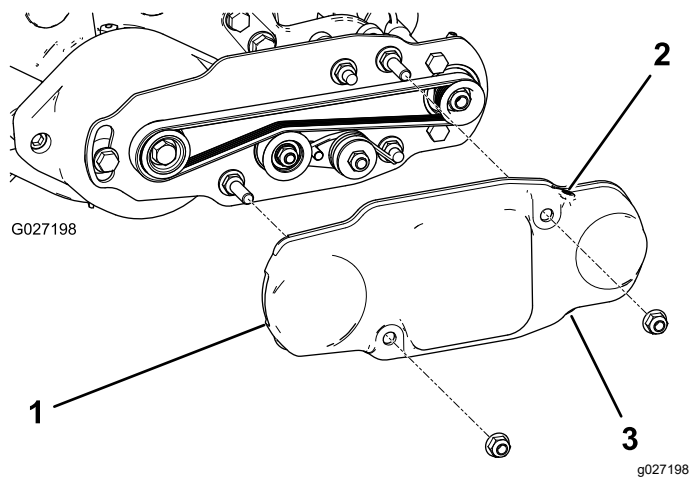

Figura 17
2. Coloque la cubierta de la correa sobre los pernos de montaje y sujétela con 2 tuercas con arandela prensada (Figura 17).